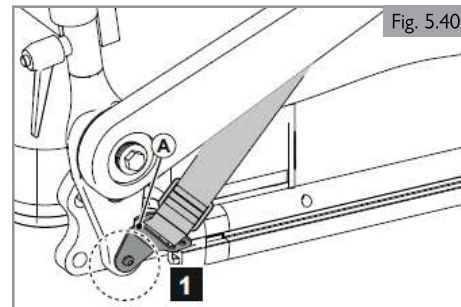

Fig. 5.40
1. Fixez (A) au châssis à l'aide d'une vis à gauche et à droite. (Fig. 5.40)